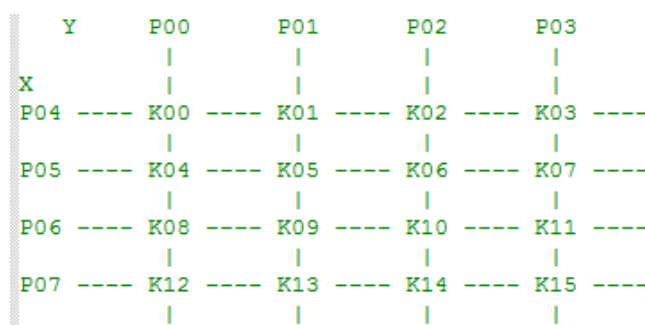

图 31. STC 实验箱 P0 口键盘连接
这个例程的关键是键盘扫描模块 `key16.c` 中的 `IO_KeyScan` 函数。STC 原厂例程的程序是对的，但是程序注释中的键盘布局图是错误的，正确的键盘连接见图 26，实际键盘布局应如图 31：行线连接到 P0 口的高 4 位，列线连接到 P0 口的低四位。